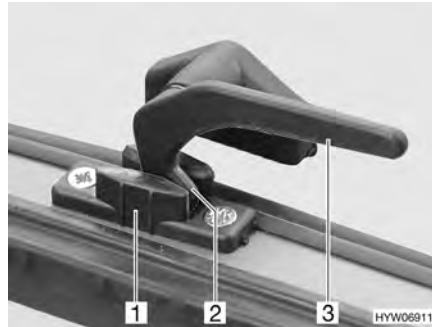

Fig. 54 Levier de verrouillage en position "Aération permanente"
- En position "Aération permanente" (Fig. 54)
- Tourner le levier de verrouillage (Fig. 54,3) d'un quart de tour vers le centre de la fenêtre.
- Remettre le levier de verrouillage en position initiale. Le tenon de verrouillage (Fig. 54,2) doit pénétrer alors dans le logement prévu à cet effet dans le verrouillage de fenêtre (Fig. 54,1).